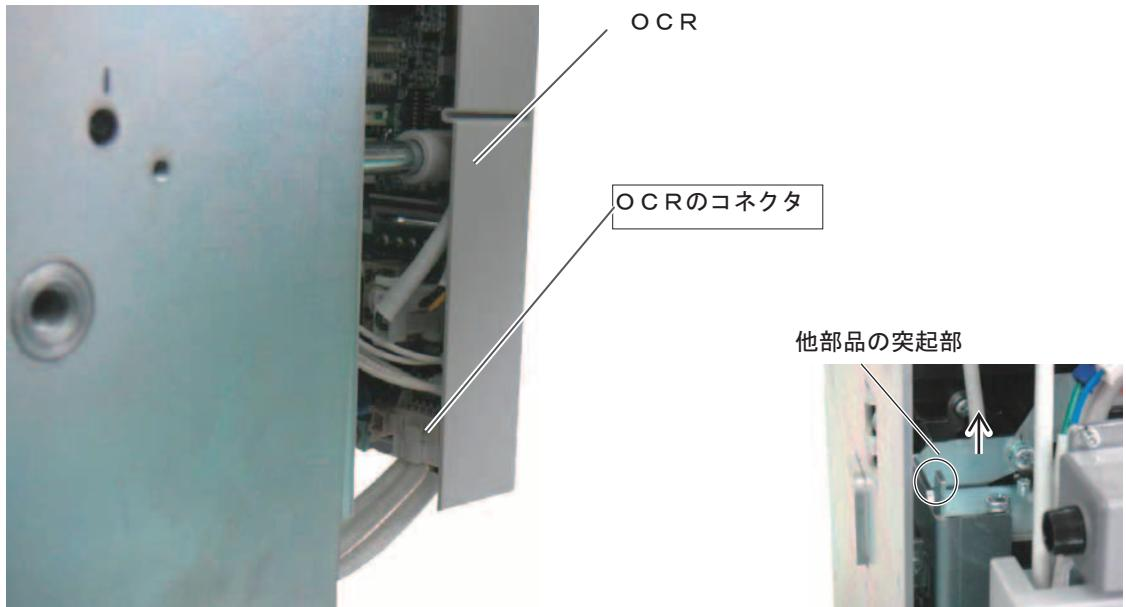

図37 OCRのコネクタ取外し
6) 図37に示す様に、OCRを一旦上に持上げて他部品の突起部をかわし、取出します。